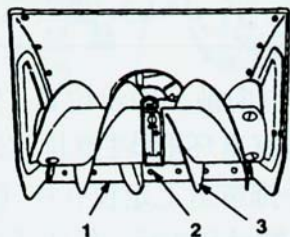

图 9
2. 将吹雪机安放于平地上, 这时刮板应与地面平行。如不平行调节刮板, 调节方法参见“保养”中的“调节滑轨和刮板”部分。(图 9)